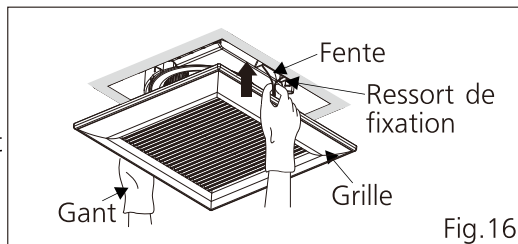

Fig.16
5. Pour le modèle FV-0810VSS1, réinstallez la grille. (Fig.16)